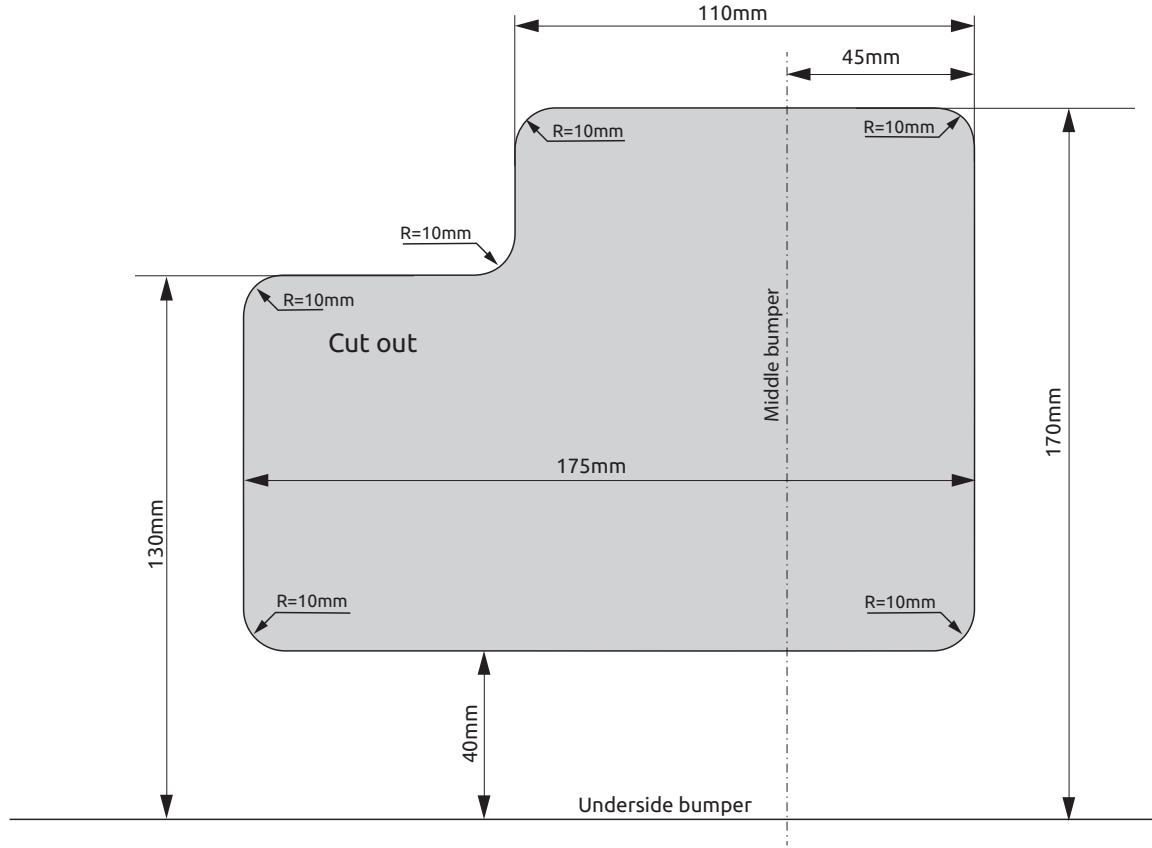

Fig. 5
10. Выпилить обозначенные части, как указано на рис. 5.